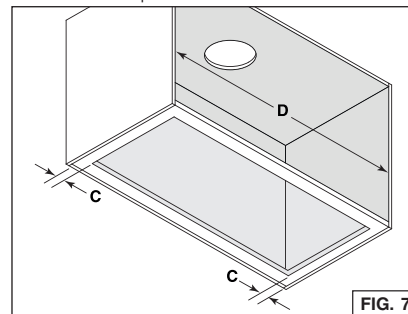

FIG. 7
- Mesurer ce qu'il reste de matériau des côtés de la base de l'armoire (C) (FIG. 7), s'il subsiste 1/4 po ou plus, nul besoin d'utiliser les supports d'armoire fournis. Passer à l'étape 8 en page suivante.
- S'il reste moins de 1/4 po de matériau (C), retirer soigneusement ces bandes. Mesurer la largeur intérieure de l'armoire (D) (FIG. 7). Consulter le tableau ci-dessous pour savoir quelle configuration de rebords de support doit être utilisée.